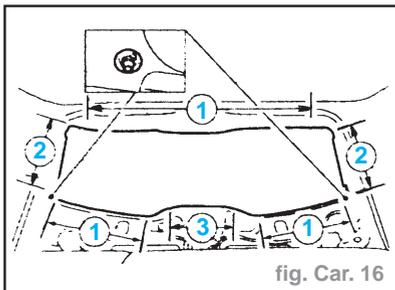

fig. Car. 16
- De l'intérieur du hayon, couper l'adhésif PU aux profondeurs maximum données. Utiliser les lames indiquées conformément aux instructions du fabricant de l'outil. (fig. Car 16)
- **25 mm** (1)
- **65 mm** (2)
- **80 mm** (3)